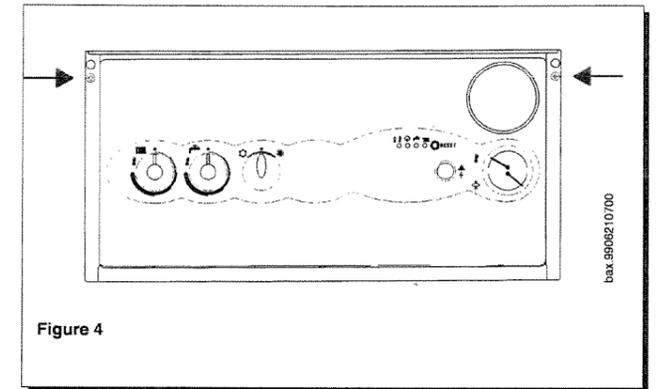

Figure 4
- \* enlever les deux vis qui fixent le tableau de commande à la chaudière puis le faire basculer vers le bas (figure 4 de la page 9);